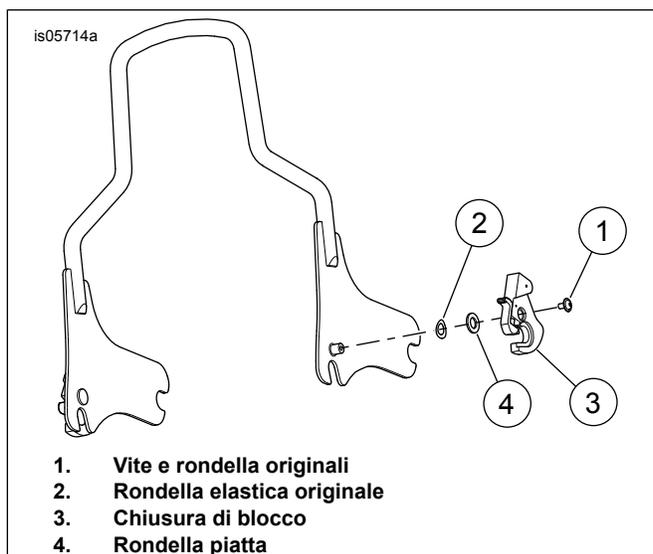

Figura 3. Installazione esterna destra
Portabagagli per sella biposto Tour-Pak	Vedere Figura 4, Installazione esterna sinistra, OPPURE Figura 3, Installazione esterna destra
Kit portabagagli sella monoposto	Vedere Figura 3, Installazione esterna destra
2. Vedere Figura 3 Installare la rondella elastica originale (2) sul mozzo di montaggio.